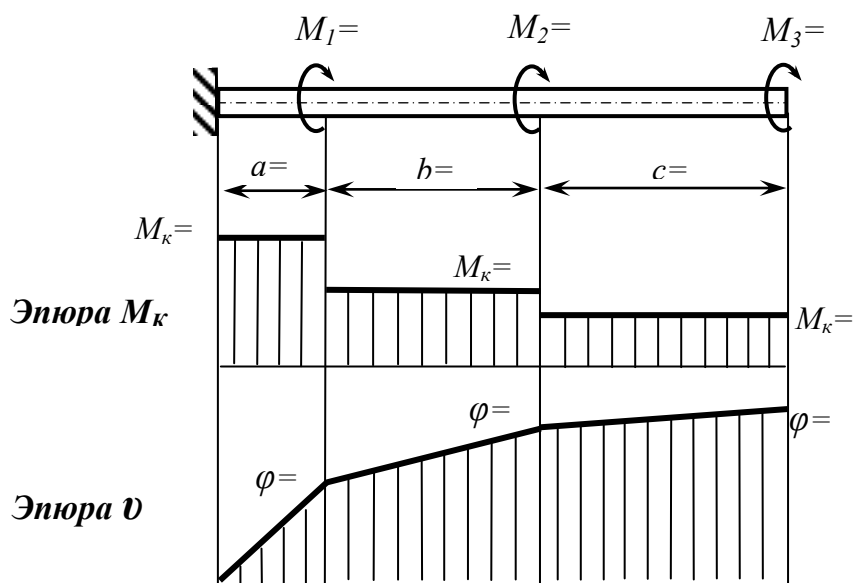

Рис. 7
1. Вычертить стержень в масштабе, указав буквенные и числовые значения всех величин (рис. 7).
3. Построить эпюру M_k , указав на ней числовые значения крутящего момента (см. рис. 7), и определить опасное сечение.
5. Вычислить углы закручивания на каждом участке вала и построить их эпюру (см. рис. 7).